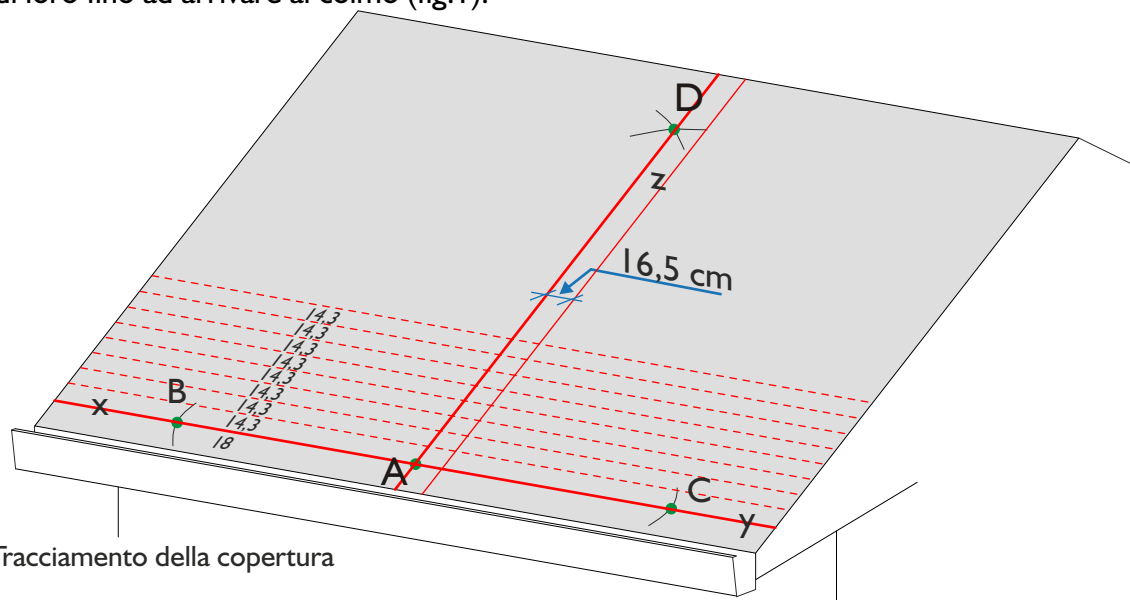

Fig. 1 - Tracciamento della copertura
- Partendo dalla linea xy tracciare delle linee orizzontali e parallele alla stessa, ad una distanza di cm 14,3 fra di loro fino ad arrivare al colmo (fig. 1).